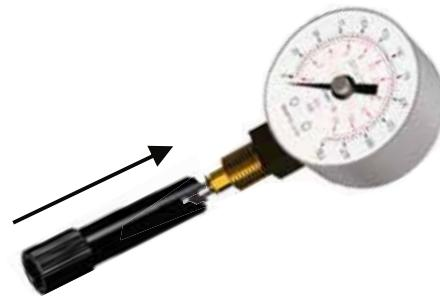

図1
- 3 保護カバーの下端を上向きにして注射針に被せ（図1参照）、注射針を押し込んでしっかりと固定させます。